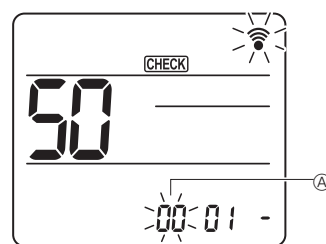

Fig. 6-17
- ② Réglage du numéro d'appareil
Appuyez sur les touches [DOWN] pour régler le numéro d'appareil (A). (Fig. 6-17)